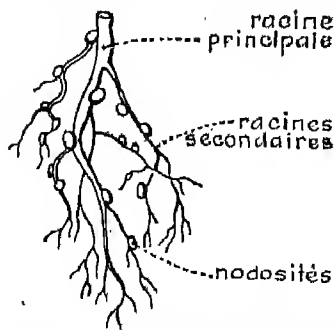

Fig. 8. — Les nodosités des racines de Haricot.
1. Déterrez avec soin un pied de Haricot adulte. Lavez ses racines. Vous observerez sur celles-ci de petites boules blanches appelées *nodosités* (fig. 8) dans lesquelles vivent des microbes. Grâce à ces derniers, le Haricot et les autres plantes de la même famille, peuvent utiliser l'azote de l'air comme aliment. Cela leur donne une grande importance en agriculture : utilisant l'azote de l'air pour leur nutrition, ces plantes n'ont pas besoin d'engrais azotés, qui sont chers.